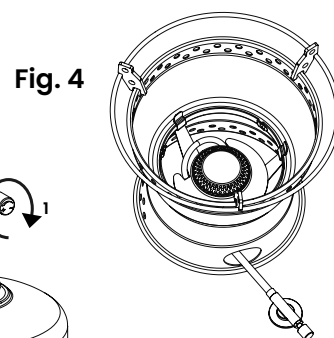

Fig. 4
- Hold i gassbrennerens armer og la dem hekte seg fast i den indre flensen på bunnen av vindskjermen. Monter kasserolleholderen på vindskjermens øvre flens. Fullfør som fig. 4.